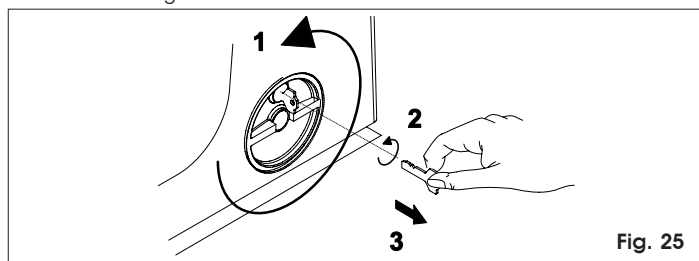

Fig. 25
- 1) Tourner le système de déverrouillage dans le sens inverse des aiguilles d'une montre d'environ 180°, d'après la Fig.25.
- 2) Tourner la clé dans le sens inverse des aiguilles d'une montre et l'extraire de la serrure, d'après la Fig.25.